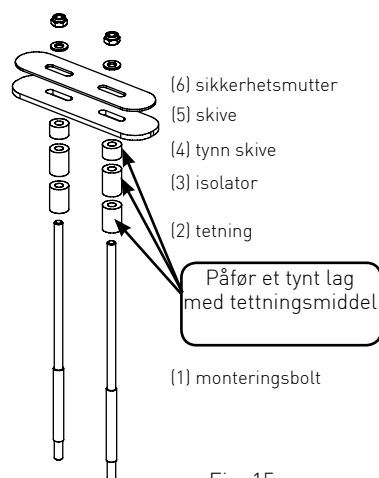

Fig. 15: sammenstilling av monteringsbolter
Monter avstandsstykkene på monteringsboltene. Plasser monteringsboltene som vist i fig. 15 og kutt dem i riktig lengde om nødvendig. Monter tetninger (2) i henhold til skrogets tykkelse (merk: skrogtykkelse + 25%). På skrog av GRP og borehull på 9 mm kan tetningene (2) utelates ved bruk av egnet tetningsmasse (f.eks Sikaflex).